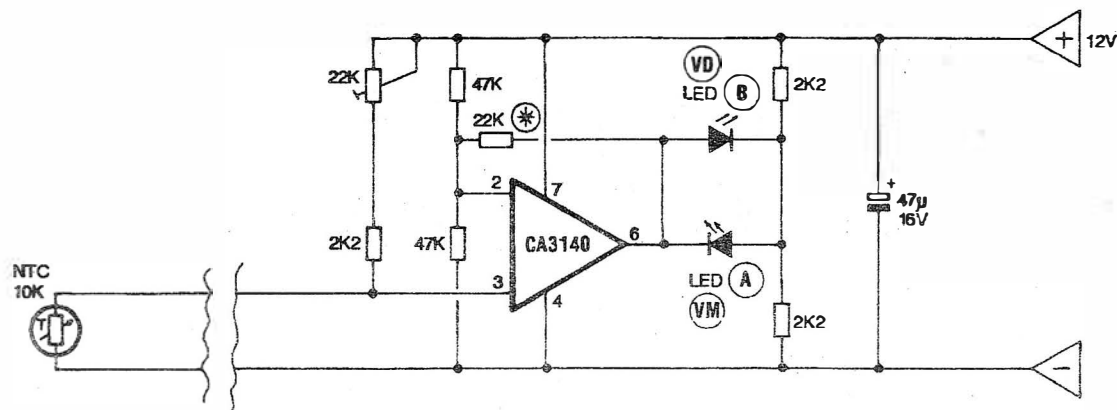

Fig. 1
- FIG. 1 - DIAGRAMA ESQUEMÁTICO DO CIRCUITO - No centro funcional do circuito temos um integrado amplificador operacional CA3140, trabalhando como comparador de tensão, em configuração elementar, bastante precisa e confiável... Tanto a entrada *inversora* (pino 2) quanto a saída (pino 6) utilizam como referência uma *terra virtual*, correspondente a *meia tensão* da alimentação geral, valor este obtido, no primeiro caso, na junção do *totem* de resistores de 47K, e no segundo, pelos resistores *empilhados* de 2K2... O ganho geral é basicamente determinado pelo valor do resistor de realimentação (entre os pinos 6 e 2), de 22K, determinando uma *janela* de temperatura considerada como *normal*, de uns poucos graus... Se for desejado um *estreitamento* dessa *janela*, o valor do dito resistor pode ser alterado experimentalmente para mais... Já se for desejada uma *janela normal mais larga*, o dito resistor deve ter seu valor alterado para menos, também experimentalmente... A referência de *meia tensão* da alimentação, aplicada ao pino 2 do CA3140, é comparada com o momentâneo nível *visto* pela entrada *não inversora* (pino 3), que por sua vez recolhe sua informação no nó do divisor de tensão formado no seu ramo superior pelo conjunto-série determinado pelo resistor fixo de 2K2 e *trim-pot* (para calibração) de 22K) e, no seu ramo inferior,